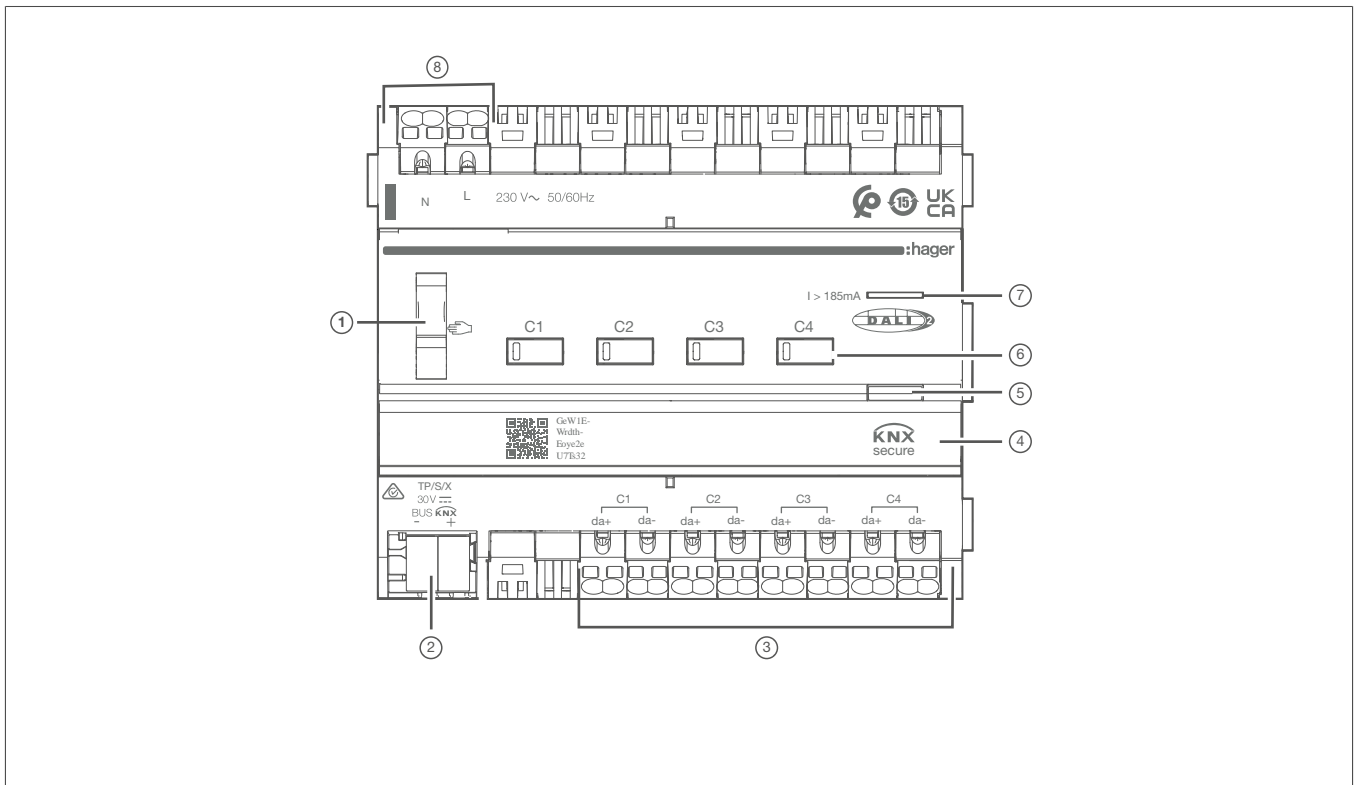

Bild 2: Geräteaufbau TYAS664D
- Schalter (Bild 2/1) in Stellung  schieben.
Die Ausgänge können über die Bedientasten (Bild 2/6) unabhängig voneinander angesteuert werden.
- Schalter (Bild 2/1) in Stellung **auto** schieben.
Der Ausgang nimmt die durch die Bussteuerung vorgegebene Position ein. Der Schaltstatus wird durch die Status-LED der Bedientaste (Bild 2/6) angezeigt.